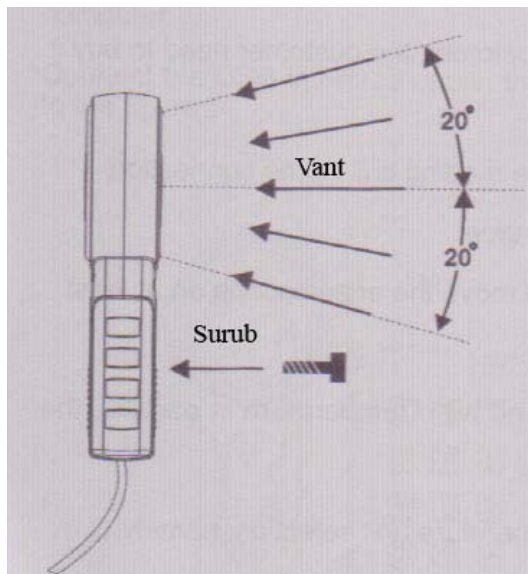

Fig. 4
Vezi fig.4
OBS.: Utilizati aparatul ca si in fig.4, nu utilizati aparatul cu directia opusa. La nevoie utilizati surubul de fixare.
5. Pentru a creste precizia masurarii, asteptati cel putin 2 secunda pentru a efectua masuratoarea. La nevoie miscati aparatul in plan vertical la un unghi de max. 20 grade ca si in fig.4.